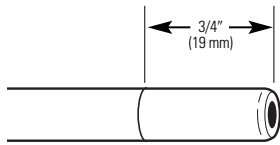

Fig. 5
1. Measure 3/4" from each cut end of the tubing and mark with a pencil (Fig. 5). **(Check for roundness, smoothness, cuts, nicks, flat spots and sharp edges.)**
1. Mesurer 1,9 cm (3/4 po) à partir de chaque extrémité du tube et faire une marque au crayon (Fig. 5). **(Vérifier que le tube est bien arrondi et lisse, et aussi sans ébréchantures, coupures, surfaces aplaties ou arêtes vives.)**
1. Mida 3/4" desde el extremo de cada corte de la tubería y márkelo con un lápiz (Fig. 5). **(Revise los bordes en cuanto a su suavidad, redondez, presencia de cortes, hendiduras, espacios planos y filos.)**